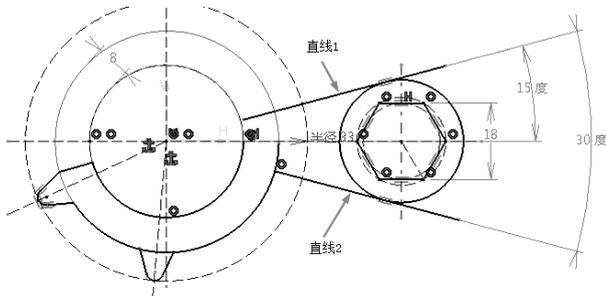

图 5-143
- 单击“直线”按钮, 绘制如图 5-143 所示的两条斜直线。再单击“相切”按钮将斜线与右侧 $\varnothing 29$ 的圆相切约束。